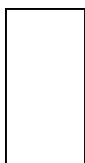

图 5-10 绘制
(1) 单击“默认”选项卡“绘图”面板中的“矩形”按钮 ，在合适的位置绘制矩形，如图 5-10 所示。